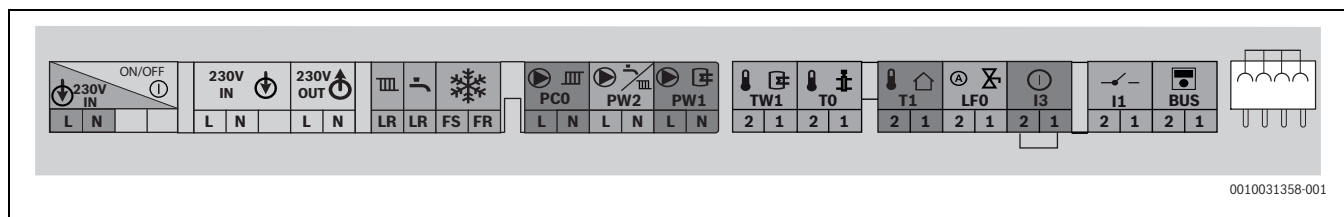

Fig. 29 Régua de bornes para os acessórios externos
- Ligar o cabo na régua de bornes para os acessórios externos (→ fig. 29).